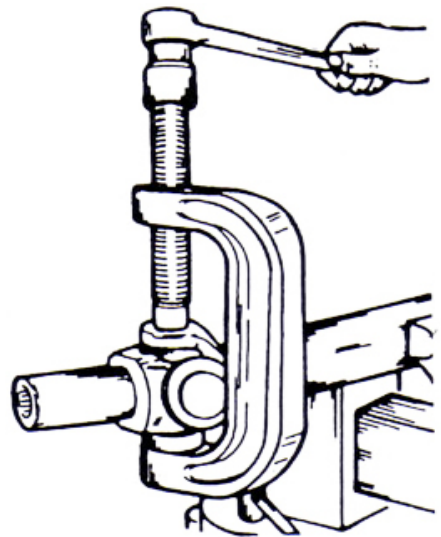

FIGURA 4
2. Posicione la prensa tipo C alrededor de la unión de la flecha de transmisión, gire apretando el tornillo forzando hasta que sea removido el primer rodamiento, como se muestra en la Figura 4.